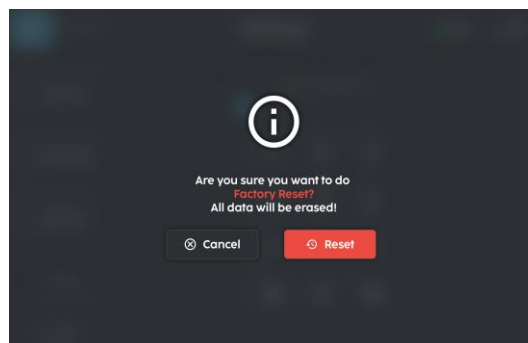

FIGURE 6-13
4. Select 'Reset' (Fig. 6-13).